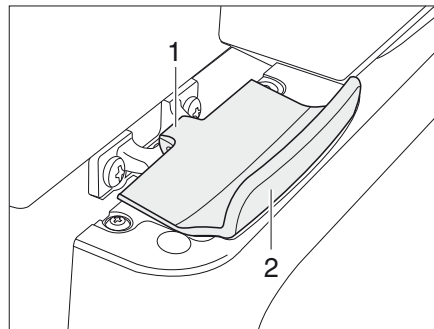

Bild 342 Lås till kylskåpsdörr, låst (Thetford)
**Öppna:** ■ Öppna kylskåpsdörren med handtaget (Bild 342,2). Spärren (Bild 342,1) lossas automatiskt.